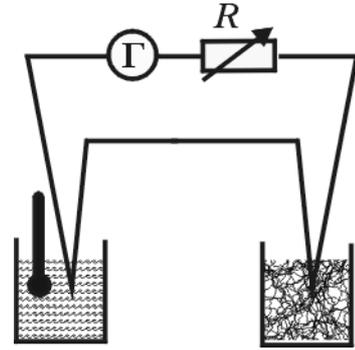

Рис. 3.23
Для градуировки термопары собирают схему согласно рис. 3.23.
1. Соберите схему согласно рис. 3.23. Опустите один спай термопары в сосуд с водой и льдом, а второй — в трубчатый электронагреватель. В трубчатый электронагреватель опустите термопару, соединенную с прибором М890G. Подготовьте этот прибор для измерения температуры.
10. Каково назначение сопротивления R в цепи рис. 3.23?